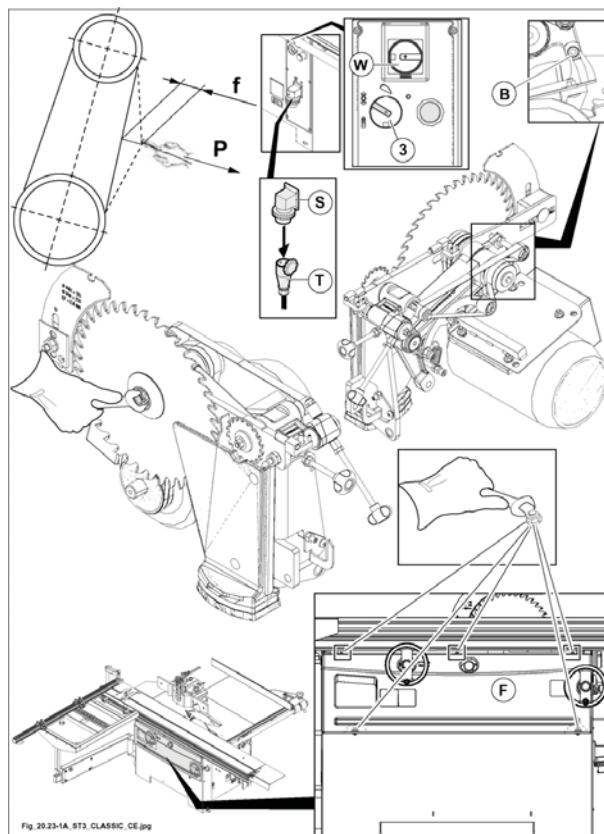

Fig. 20-23-1-A
- connettere la presa (T fig. 20.23-1-A) alla spina (S fig. 20.23-1-A)
- ruotare il selettore (3 fig. 20.23-1-A) sul simbolo ()
- sbloccare il freno motore ruotando il selettore (W fig. 20.23-1-A) in posizione "I".
- Smontare il carter frontale (F fig. 20.23-1-A).
- Allentare la vite (B fig. 20.23-1-A).
- Spingere il motore verso il basso e serrare la vite (B fig. 20.23-1-A).
- Rimontare il carter frontale (F fig. 20.23-1-A).